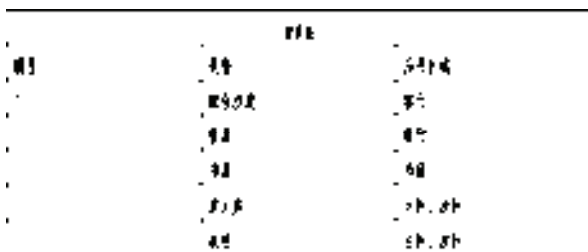

图 8-102 打开素材
1) 按〈Ctrl+O〉组合键, 打开配套光盘提供的“第 8 章/8.4.9 单元递增.dwg”素材文件, 结果如图 8-102 所示。